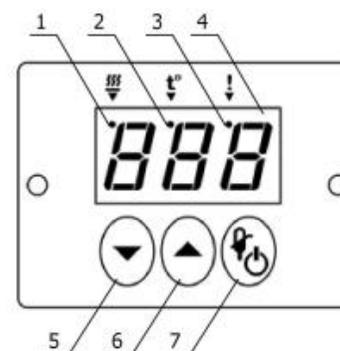

Рисунок 2 — Лицевая панель регулятора
2.3.1 После подключения сетевого кабеля бани к электрической сети регулятор температуры переходит в режим ожидания. В этом режиме светодиодное табло 4 (рисунок 2) погашено, индикатор 3 периодически загорается на непродолжительное время. Регулятор температуры не реагирует на органы управления, за исключением кнопки включения 7.
2.3.2 Для перевода регулятора из режима ожидания в рабочий режим нажать кнопку 7 (рисунок 2) и удерживать ее в нажатом состоянии не менее половины секунды.
- одновременно нажать кнопки 5 и 6 (рисунок 2). На светодиодном табло 4 отобразится номер текущей программы регулирования: «ПГ1» (вода) или «ПГ2» (ПМС-100);
2.5.1 Для входа в режим установки температуры кратковременно нажать кнопку 7 (рисунок 2). Загорится индикатор режима ввода уставки 2 и на табло 4 появится текущее значение установленной температуры регулирования.
2.5.3 Для выхода из режима установки температуры кратковременно нажать кнопку 7 (рисунок 2).
- нажать и удерживать кнопку 6 (рисунок 2) в нажатом состоянии до появления на светодиодном табло 4 надписи «Сог»;